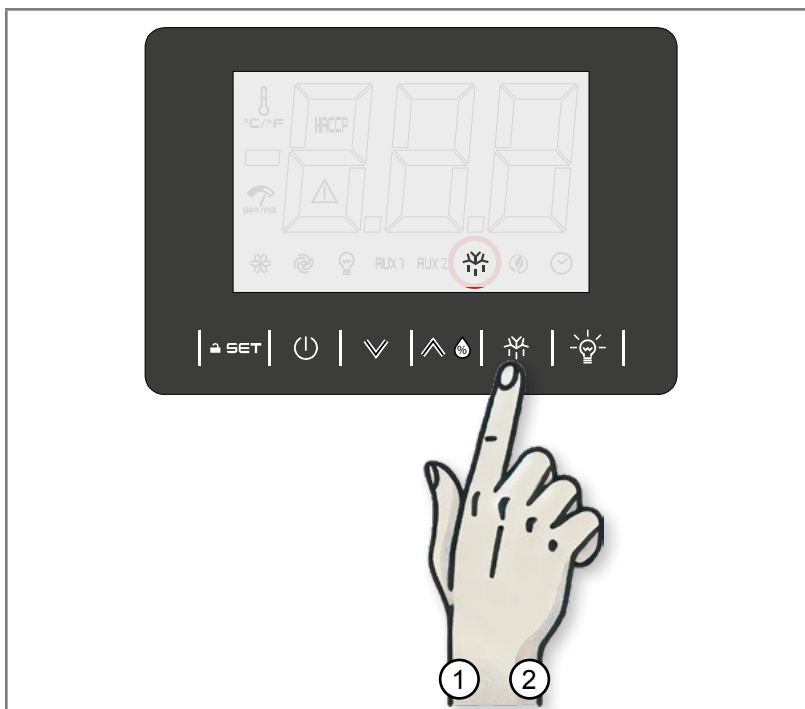

Abb. 5.7 - Taste Abtauung
1. Berühren Sie die Taste ABTAUUNG 2 Sekunden lang (1 – Abb. 5.7): Auf dem Display wird das Symbol für ABTAUUNG angezeigt.
2. Berühren Sie die Taste ABTAUUNG 2 Sekunden lang (2 – Abb. 5.7): Auf dem Display wird das Symbol für ABTAUUNG nicht angezeigt.